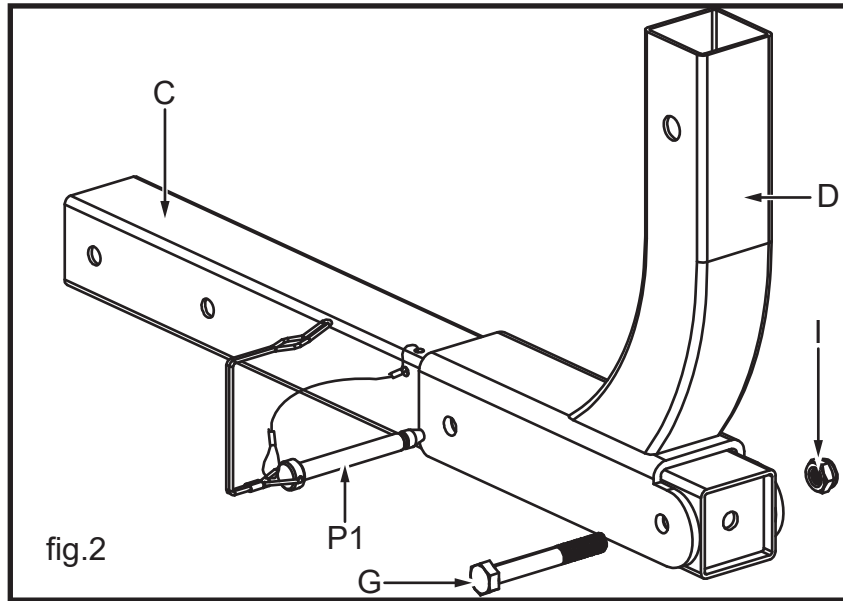

fig.2
1. Insert the lower mast tube (C, fig.2) into the L-shaped hitch connector (D, fig.2), making sure to align the bolt holes at the bottom of each.
2. Secure the lower mast tube to the L-shaped hitch connector using the 3/8"-16 x 3" bolt (G, fig.2) through the bottom holes and a 3/8"-16 nylock nut (I, fig.2).
3. Insert the clevis pin (P1, fig.2) -attached to the lower mast with a cable lanyard- through the upper hole in the L-shaped hitch connector and press the locking clip onto the protruding end of the pin to prevent its coming out.
1. Insérez le mât inférieur tube (C, fig.2) dans l'attelage en L connecteur (D, fig.2), en veillant à aligner les trous de boulons au bas de chacun.
2. Fixez le tube du mât à l'attelage en L du connecteur à l'aide du Boulon 3/8 "-16 x 3" (G, fig.2) à travers des trous inférieurs et d'un écrou nylock 3/8 "-16 (I, fig.2).
3. Insérez la goupille (P1, fig.2) – attacher au mât inférieur avec une longe de câble la partie supérieure trou dans le connecteur d'attelage en L et appuyez sur la barrure de verrouillage sur l'extrémité saillante de la goupille pour éviter sa sortie.